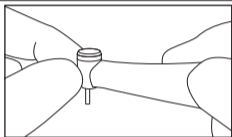

Fig. 5
- ④ Après qu'elle ait complètement cessé de tourner, touchez la tête de la pièce à main pour confirmer qu'elle ne chauffe pas anormalement (Fig. 5).